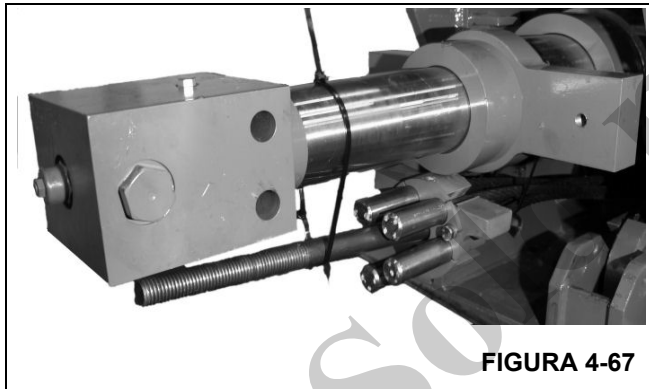

FIGURA 4-67
- 12. Fije el conjunto de anclaje de cable de extensión al cilindro telescópico (Figura 4-67).